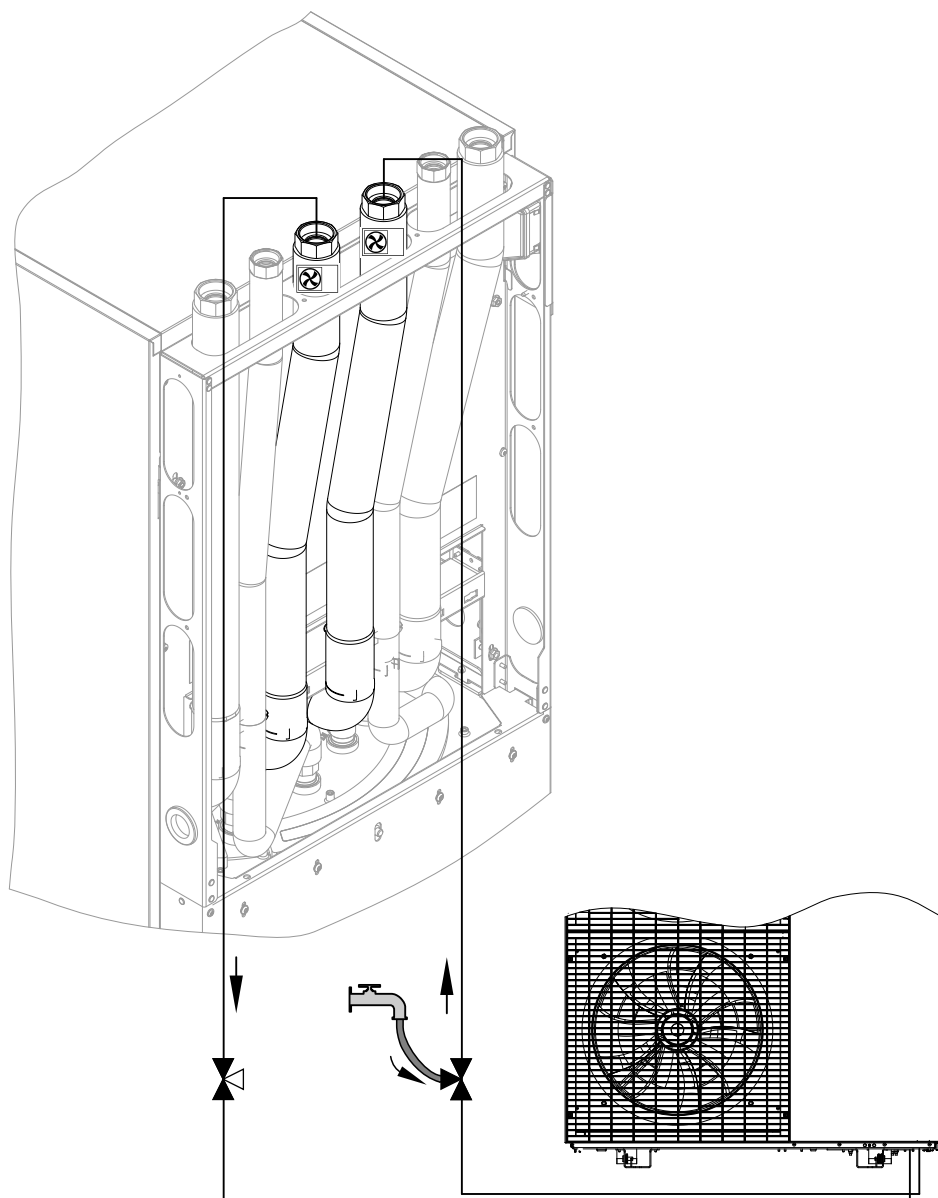

Fig. 69
3. Abrir la llave de paso de 3 vías hacia el retorno de la unidad exterior (salida de agua de calefacción en la unidad interior): consultar la Fig. 69.